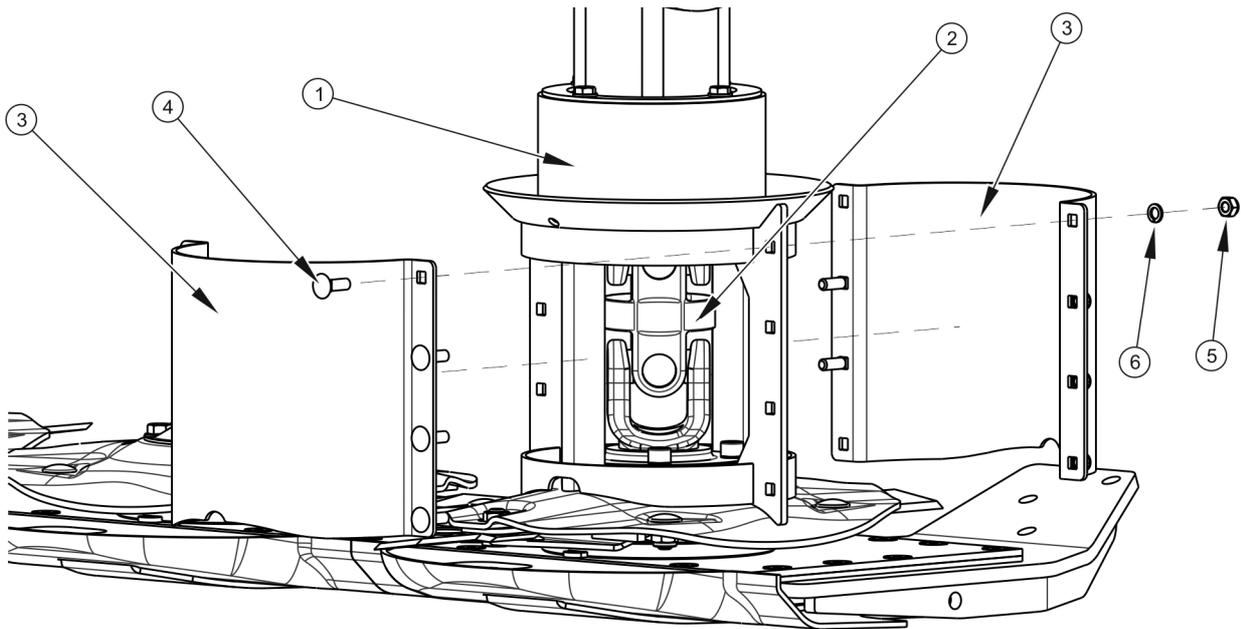

ABBILDUNG 5.8 Reinigen und Schmieren der Antriebsscheibe
Für den ordnungsgemäßen Betrieb der Mähmaschine muss die Gelenkverbindung der Antriebsscheibe (1) regelmäßig gereinigt und geschmiert werden (ABBILDUNG 5.8). Wenn Sie das Drehgelenk (2) nicht regelmäßig reinigen und schmieren, kann dies zu einer Blockierung des Drehgelenks und zu einem schweren Ausfall der Maschine führen.